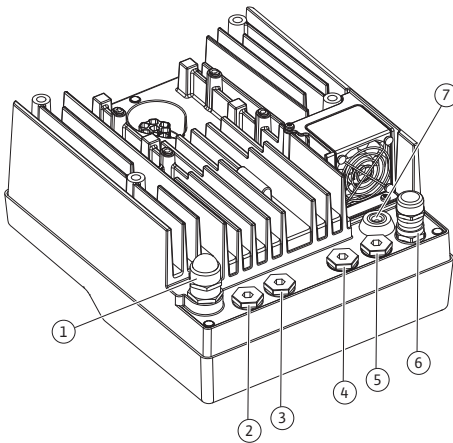

Fig. 19: Kablo rakorları/kablo girişleri
4. Bağlantı kablosunu kablo rakoru M25 (Fig. 19, poz. 1) üzerinden geçirin. Kablo rakorunu öngörülen tork ile sıkın.